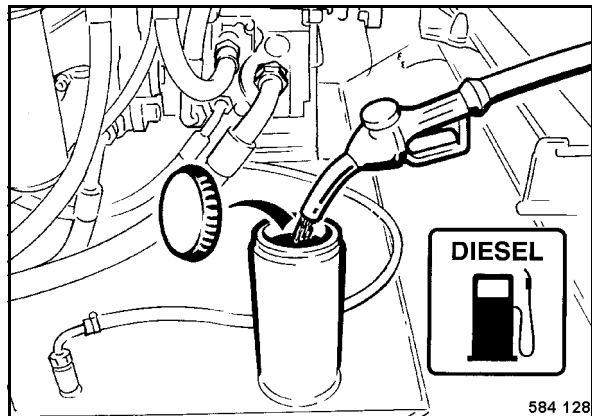

fig. 93
- Ouvrir le couvercle de fermeture (fig. 93) du réservoir à carburant.